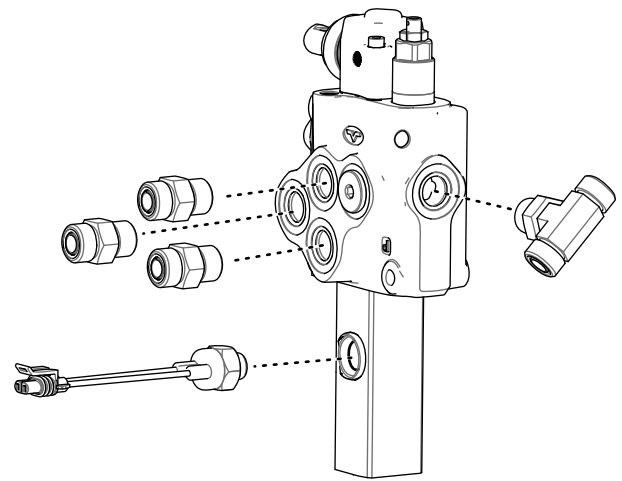

Figura 12
1. Togliete i 3 raccordi diritti dal lato della valvola (Figura 12).
2. Rimuovete il raccordo a T dalla parte posteriore della valvola (Figura 12).
3. Rimuovete l'interruttore a sfera dal lato della valvola ausiliaria (Figura 12).